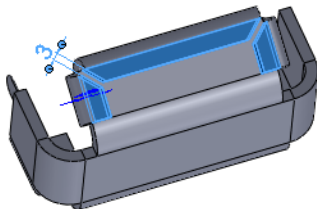

图 7-37 更改褶边之间的间隙
(4) 在 FeatureManager 设计树中的“褶边”特征上单击鼠标右键，在弹出的“褶边”属性管理器，修改斜接缝隙为 3，单击“确定”按钮，结果如图 7-37 所示。